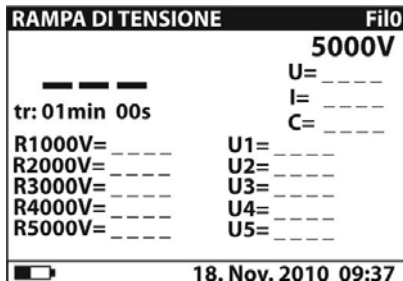
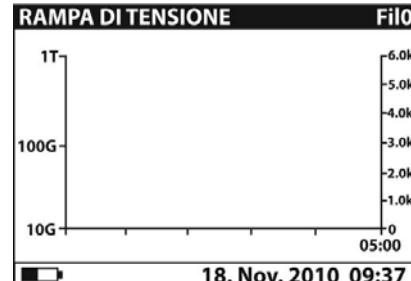

Fig. 34: Page-écran initiale numérique
Fig. 35: Page-écran initiale graphique
2. Sélectionner à l'aide des touches fléchées ▼ ou ▲ l'option «RAMPA DI TENSIONE» dans le menu principal et confirmer avec la touche **SELECT**. La page-écran de Fig. 34 est montrée par l'instrument. Si l'option Grafico R(t) est activée (**ON**), appuyer sur les touches fléchées ▼ ou ▲ pour passer à la page-écran graphique de Fig. 35